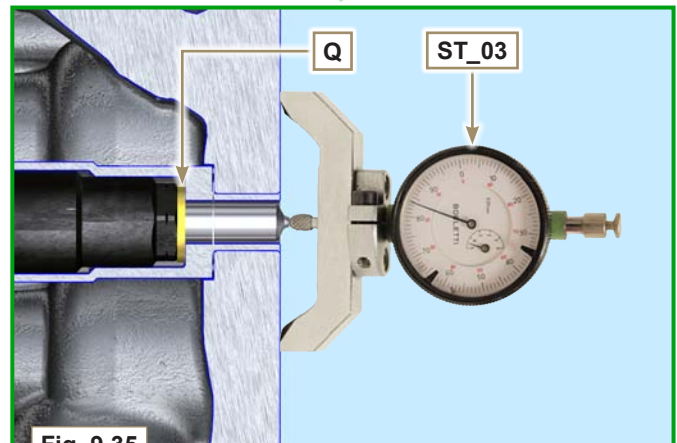

Fig. 9.35
- 4 - Mit dem Werkzeug **ST\_03** messen, wie weit das Einspritzventil übersteht (Fig. 9.35) Der Wert muss zwischen 1,68 - 2,42 mm liegen.